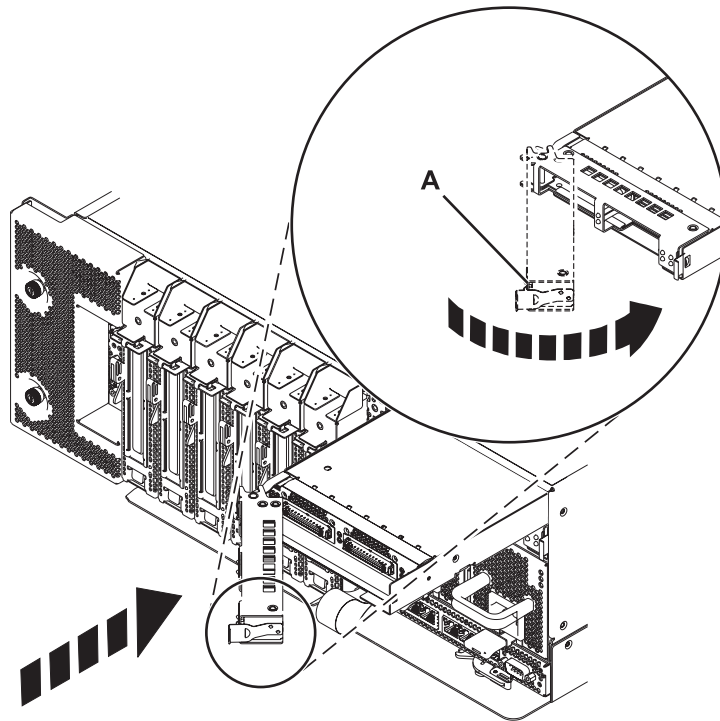

Abbildung 4. GX-Adapter im System installieren
6. Bewegen Sie den Griff (A), wie in Abb. 4 dargestellt, in Richtung des Systems, bis der Griff am Adapter stoppt.